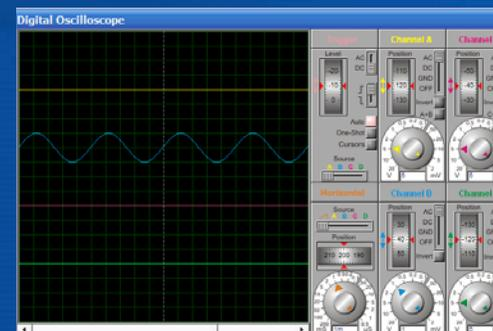

图4-53 仿真运行后的示波器界面
- (3) 单击仿真按钮开始仿真，出现示波器运行界面，如图4-53所示。可以看到，左面的图形显示区有4条不同颜色的水平扫描线，其中B通道由于接有正弦信号源，已经显示出正弦波形。